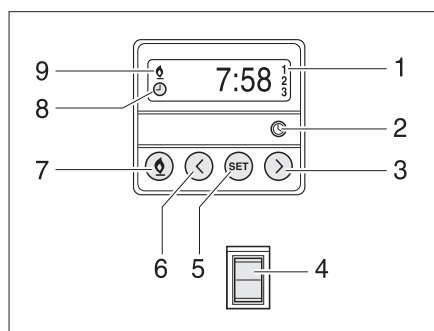

Fig. 175 Unité de commande pour le chauffage d'appoint
- Appuyer sur la touche (Fig. 175,7). Le mode chauffage est indiqué par le symbole (Fig. 175,9). Le ventilateur ne s'allume que quand la température de l'eau de refroidissement atteint 30 °C.
- Appuyer sur la touche (Fig. 175,7). Le symbole (Fig. 175,9) s'éteint.
- Appuyer sur le bas de l'interrupteur (Fig. 175,4). Le moteur est préchauffé. Le ventilateur est immédiatement allumé.
- Appuyer sur le haut de l'interrupteur (Fig. 175,4). Le moteur reste froid.
- Appuyer sur la touche (Fig. 175,2). Le menu réglage de l'heure est indiqué par le symbole (Fig. 175,8).
- Régler l'heure avec les touches (Fig. 175,3 et 6).
- Appuyer sur la touche (Fig. 175,5).
- Régler le temps de démarrage dans les 10 secondes qui suivent avec les touches (Fig. 175,3 et 6).
- Appuyer plusieurs fois sur la touche (Fig. 175,5) jusqu'à ce que le numéro de programme désiré (Fig. 175,1) apparaisse sur l'écran.